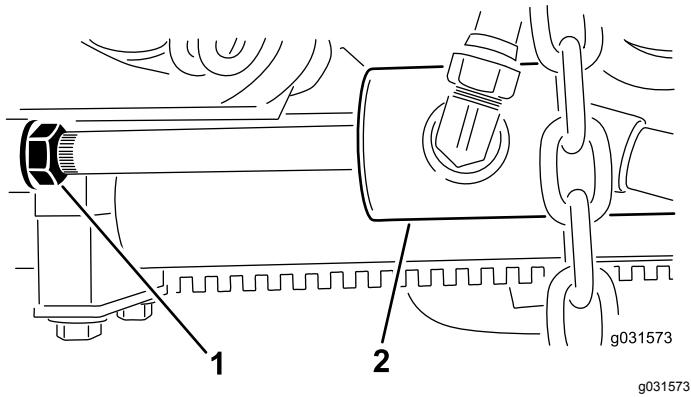

Рисунок 15
B. Ослабьте затяжку контргайки на цилиндре (Рисунок 15).